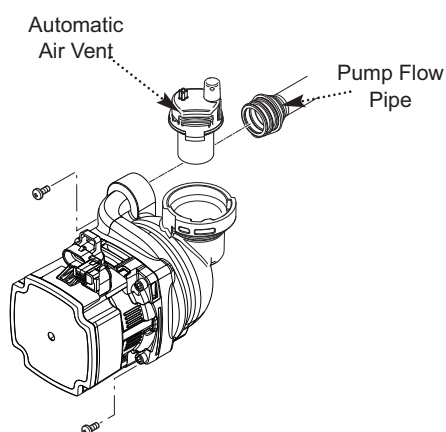

Fig. 58
10.3.12 Pump - Complete (Fig. 58)
10.3.13 Automatic Air Vent (Fig. 58)